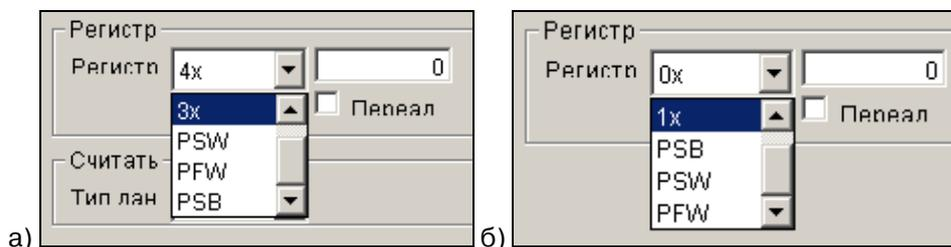

Рисунок 32
4.1.7.2.1. При работе панели по протоколу Modbus в режиме мастера сети, в конфигураторе на вкладке «Управление» (см. рис. 32) пользователю, в поле «Регистр» группы полей «Регистр» доступны дополнительные команды для связи с ПЛК (см. рис. 32):
Команды 3x и 4x доступны при работе с цифровыми индикаторами, графиками и любыми другими элементами, которые могут отображать на экране панели более двух состояний, т.е. работа панели сводится к работе с **регистрами** ПЛК (см. рис. 32, а).
Команды 0x и 1x доступны при работе с кнопками, сигнальными окнами и любыми другими элементами, которые могут отображать на экране панели не более 2-х состояний. Т.е. работа панели сводится к работе с **битами** ПЛК (см. рис. 32, б).